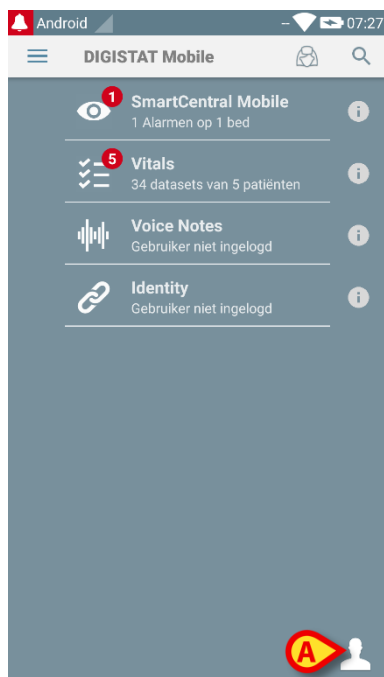

Fig 18
- op **Inloggen** drukken in de rechterhoek onderaan het scherm "Lijst Applicaties" (Fig 18 **A**).